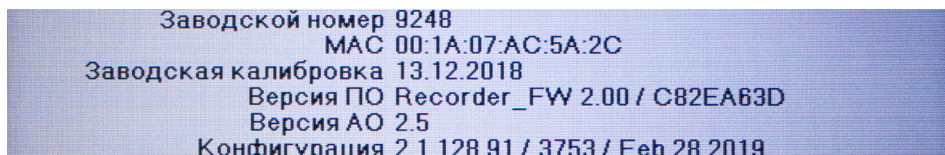

Рис. 13 — Окно вывода информации с версией встроенного ПО
- в появившемся меню выбрать окно «Информация». При этом на дисплее отобразится номер версии ПО (см. Рис. 13).